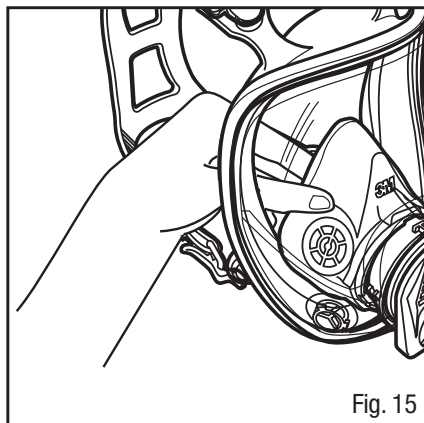

Fig. 15
1. Retirer l'ensemble coquille nasale (sauf dans les systèmes PowerflowMC 3MMC) en l'éloignant de l'adaptateur central situé à l'intérieur du masque (Fig. 15).
1. Retirer l'ensemble coquille nasale en l'éloignant de l'adaptateur central situé à l'intérieur du masque (Fig. 15).